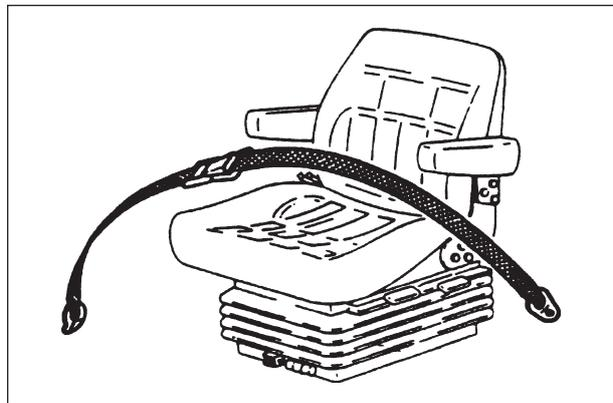

Abb.2-2
- Die Sicherheitsgurte immer so anlegen, dass sie richtig gespannt sind, es sei denn, man parkt den Traktor mit geklapptem Sicherheitsbügel (Abb.2-2).
- Sicherstellen, dass die Sicherheitsgurte nicht beschädigt sind. In diesem Fall müssen sie ersetzt werden (Abb. 2-2).
- Immer die Sicherheitsgurte anschnallen. Diese müssen dem Körper anliegen (Abb.2-2).